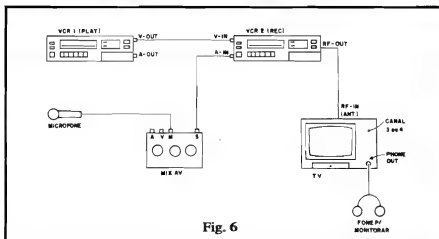

Fig. 6
- **FIG. 6** - Substituição da trilha sonora original de uma fita de vídeo, por narração via microfone. **EQUIPAMENTO NECESSÁRIO:** (além do MIX-AV) dois VCRs, um microfone (de preferência dinâmico), um TV (p/monitorar) e um fone de ouvido (opcional, p/monitorar). **PROCEDIMENTO:** o equipamento deve ser interligado, usando-se os cabos próprios, da maneira mostrada no esquema. NO VCR 1 deve ser colocada a fita original, e no VCR 2 a fita "virgem", a ser editada com a nova trilha sonora. Observar que a Saída de Áudio do VCR 1 fica sem ligação. Para monitorar o vídeo, colocar o TV no canal 3 ou 4 (aquele normalmente usado com o VCR, na sua localidade). Um fone de ouvido, ligado ao **phone out** do TV, permitirá ao narrador monitorar a sua própria voz, o nível da narração, etc. Não é recomendável fazer a monitoração do Áudio pelo próprio alto-falante do TV, já que, nesse caso, será praticamente inevitável a ocorrência de realimentação acústica (microfonia). Numa escala de 1 a 10, o ajuste recomendado, tipicamente, no controle individual de MICROFONE do MIX-AV, fica em torno de 8 (de 6 a 10, dependendo do tipo de microfone utilizado). O VCR 1 é ligado na função **play** (fita pré-
- Em todos os casos/exemplos mostrados nas figs. 6 a 9, nada impede que o **tape deck** seja substituído por um módulo de toca-discos, ou por um **CD player** (desde que tais módulos tenham uma saída tipo "line" ou auxiliar, da qual possa o sinal ser "puxado" para a entrada "A" do MIX-AV. Outra possibilidade: a entrada de microfone "M" do MIX-AV é **compatível** com a conexão direta de muitos instrumentos musicais eletrificados (guitarras, violões elétricos, por exemplo...). Assim, quem quiser introduzir "música ao vivo" nas edições, poderá fazê-lo com facilidade! É só acertar o nível, a partir de alguns testes prévios, muito simples...
- Observem que, no caso de inserção de narração, pura e simples (exemplo básico na fig. 6), com certa organização e cronometragem, é possível preparar-se uma fita de áudio com **toda a trilha** pretendida, para posterior sobreposição usando o MIX-AV. Outra interessante possibilidade (às vezes gerando engraçadíssimos resultados) é a chamada **dublagem** de áudio, ou seja: pega-se uma fita original, "master" de vídeo, filmada por exemplo numa reunião familiar e se edita no sentido de **modificar** o que as pessoas estão originalmente dizendo! Nesse caso, convém fazer as coisas por trechos ou segmentos, "decorando" bem, antes, os tempos de cada "fala", para um resultado convincente! Podem surgir piadas fantásticas... Enfim: o MIX-AV é uma "ferramenta" utilíssima e multi-aproveitável, desde para simples brincadeiras, até para atividades altamente profissionais (caso dos **videomarkers** de eventos, que prestam serviços de filmagens em festas, formaturas, casamentos, etc.).
Nos diagramas de interligações até agora mostrados e exemplificados, as conexões entre os módulos foi mostrada de maneira simplificada (figs. 6 a 9), para não "embananar" a visualização. É importante, contudo, que o Leitor/Hobbysta tenha uma exata noção, nos painéis de conexões dos aparelhos (VCR, TV, **tape deck**, etc.) de **cada** jaque ou ponto de conexão, bem como de **qual tipo** de cabo deve ser utilizado em cada ligação. As informações a seguir referem-se, justamente, a tais importantes identificações, detalhadas